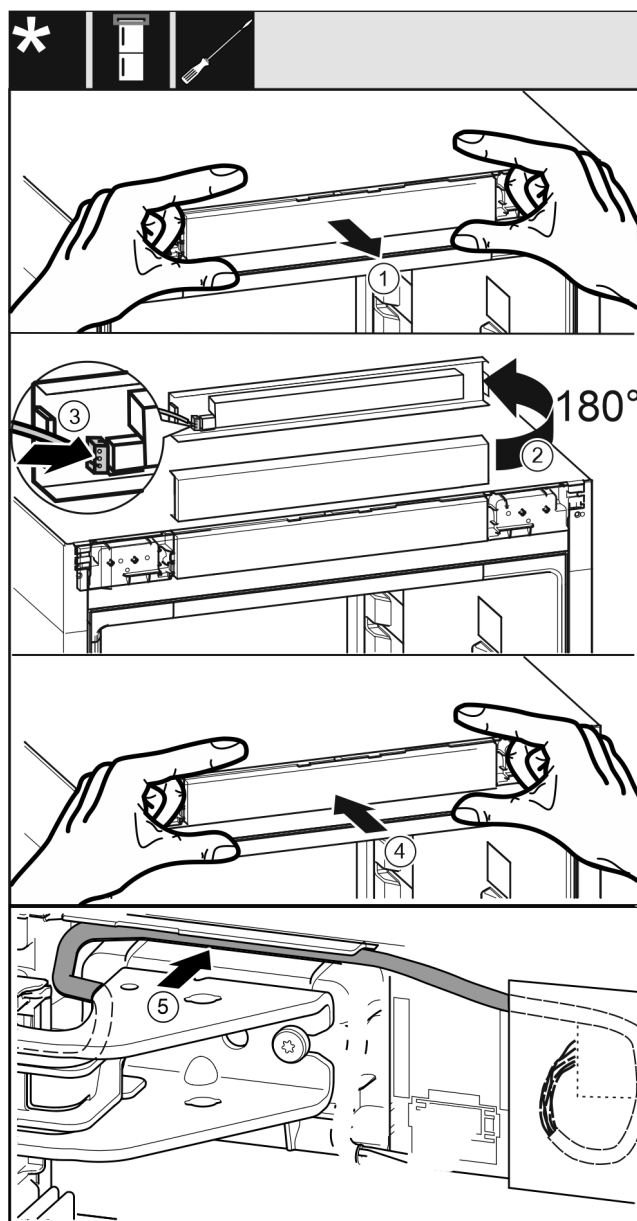

Fig. 40
- Estrarre con cautela la maschera di comando Fig. 40 (1).
- Ruotare la maschera di comando Fig. 40 (2) di 180° verso l'alto.
- Innestare la spina Fig. 40 (3) nella maschera dell'elemento di comando.
- Innestare di nuovo la maschera di comando Fig. 40 (4) sull'apparecchio.
- Posare con cautela il cavo Fig. 40 (5) nella guida sopra il blocco di supporto superiore.